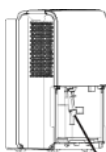
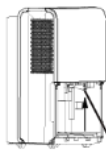

Fig. 7
Fig. 8
- Hvis pumpe-slangen faller ned når du fjerner bøtten (se fig. 7), må du sette slangen ordentlig tilbake i enheten før du setter bøtten tilbake på plass i enheten (se fig. 8).